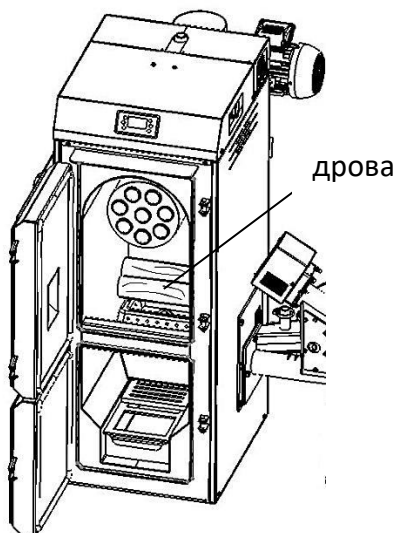
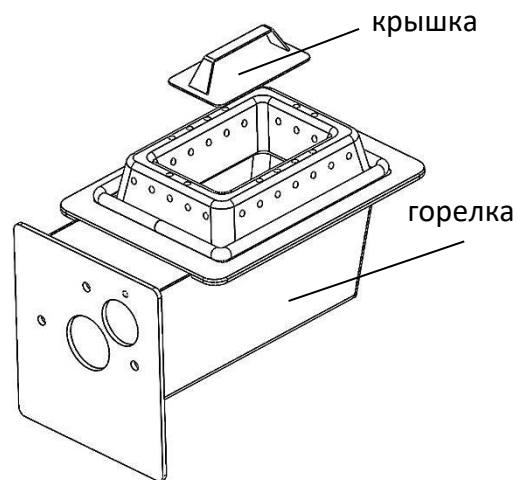

Рис. 29
Рис. 30
- 3.2.4** Закрыть горелку крышкой (рис. 30.). И положить дрова в топку котла (см рис. 29)